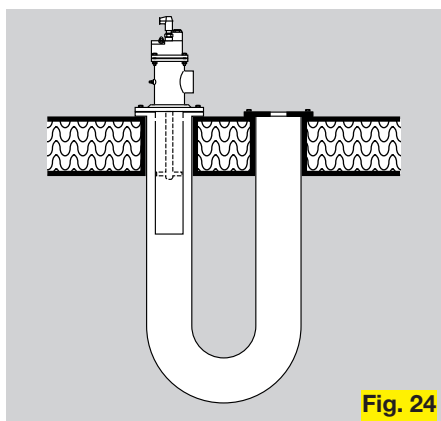

Fig. 24
Brennerrohre bei BIO(A) mit **Spülluftbohrungen** und/oder in Edelstahlausführung in Verbindung mit Brennervorsatzrohren für den Einsatz in Strahlrohren und Brennkammern (Fig. 24 + 25).
Burner tubes on BIO(A) with **secondary air holes** and/or of stainless steel design in conjunction with burner additional tubes for use in radiant tubes and combustion chambers (Fig. 24 + 25).